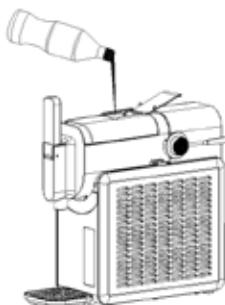
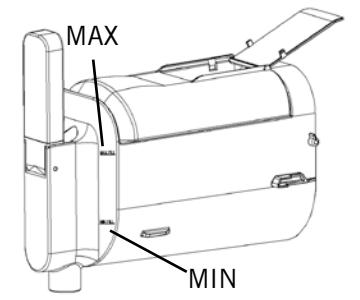

Fig. 5
Fig. 6
2. Aprire il coperchio del recipiente di miscelazione e versare lentamente all'interno il liquido necessario (Fig. 5). Prestare sempre attenzione alla tacca del livello minimo e massimo (Fig. 6). Se si introduce una quantità insufficiente di liquido, la miscelazione non sarà sufficiente. Se invece se ne introduce troppo potrebbe fuoriuscire.